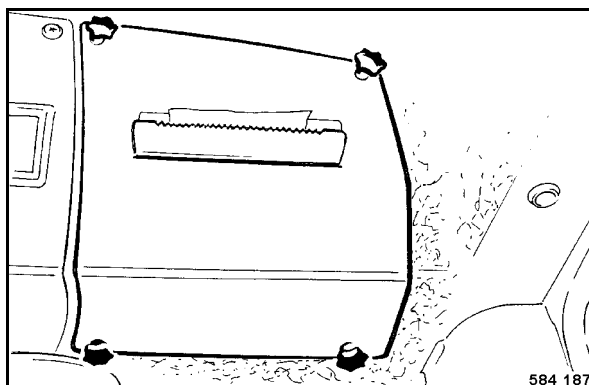

Fig. 104
- Dévisser les poignées en étoile (Fig. 104) et retirer le cache.